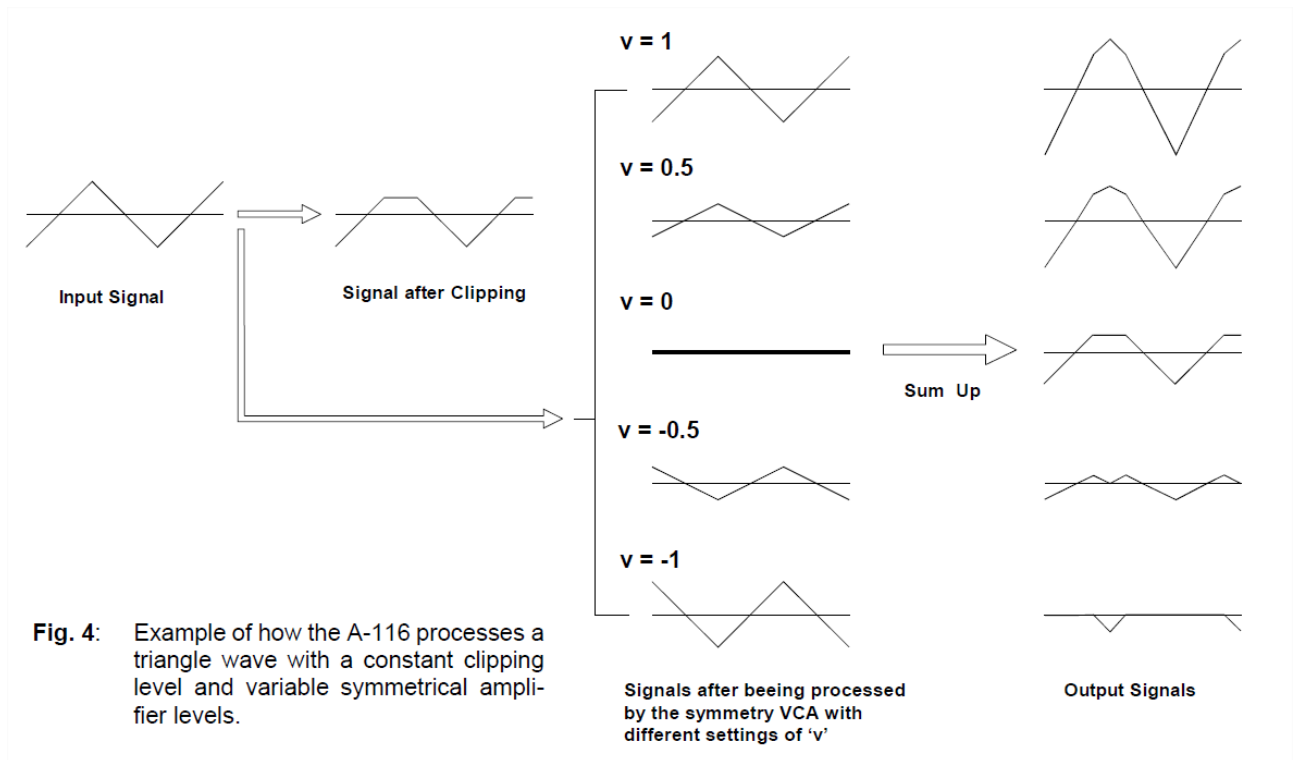

Fig. 4: Example of how the A-116 processes a triangle wave with a constant clipping level and variable symmetrical amplifier levels.
- La Fig. 4 montre un exemple des différentes formes d'onde qui résultent de l'écrêtage d'une onde triangulaire et de sa transformation dans différentes amplifications symétriques.